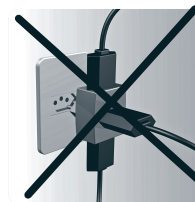

Fig. 3
**Não usar conexão múltipla na mesma tomada do seu produto, pois poderá provocar uma sobrecarga (Fig.3).**